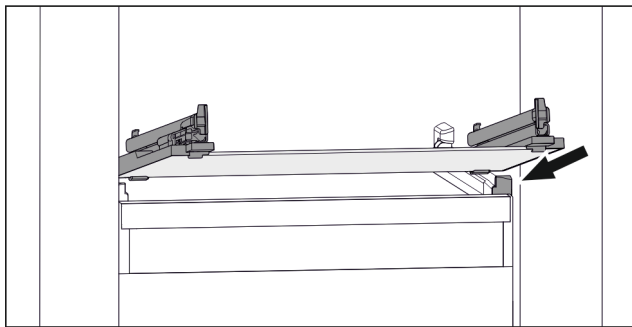

Fig. 77 Simbolična slika steklene plošče
- Steklo ploščo postavite v poševnem položaju za zaustavljalniki. (glejte Fig. 77)